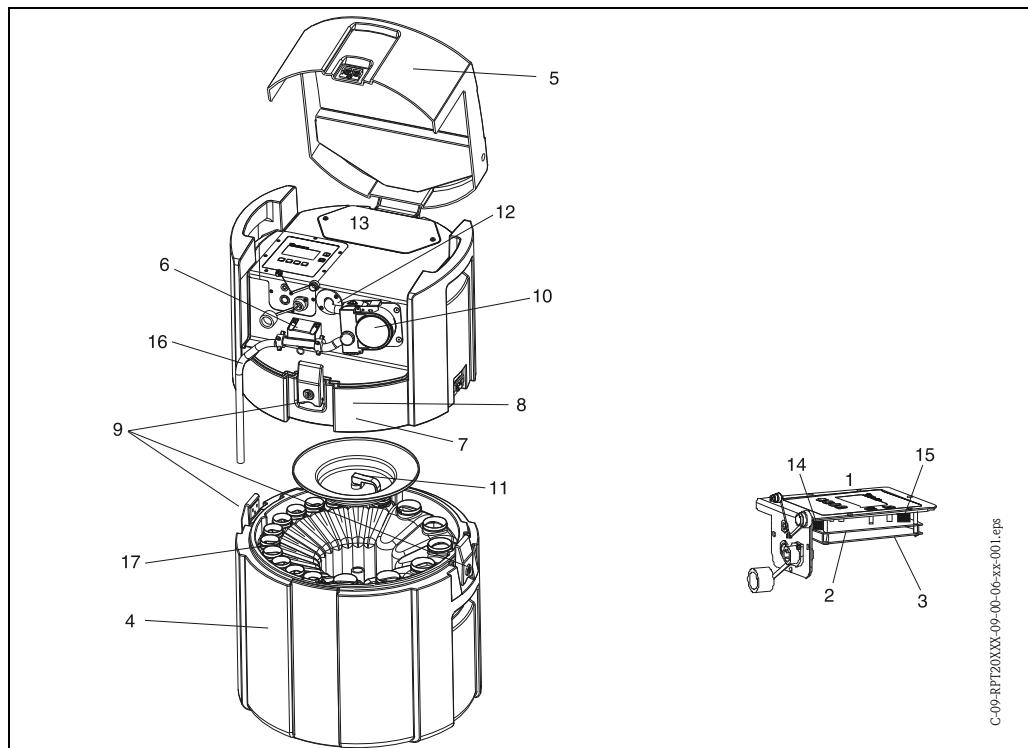

Fig. 46: Parti di ricambio (i codici delle voci sono illustrati nell'elenco delle parti di ricambio)
A	Controllore completo (=> Fig. 46, pos. 1)
B	CPU incl. display fino a codice 520013040B3 (=> Fig. 46, pos. 2)
G	CPU incl. display (=> Fig. 46, Pos. 2) a partire da codice 520014040B3